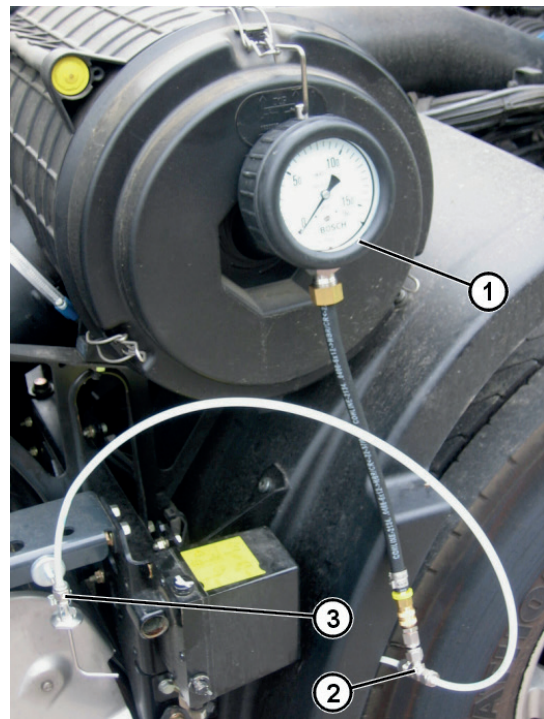

Abb. 5: Überprüfung Luftkreis mit Manometer
3. Manometer 0 kPa – 160 kPa (Abb. 5, Pos. 1) an T-Stück (Abb. 5, Pos. 2) anschließen und sicher am Fahrzeug befestigen.
4. Prüfprühkopf (Abb. 5, Pos. 3) (Messdrossel) mittels zweiter Prüfdruckleitung an T-Stück anschließen und mit dem Magnethalter an geeigneter Stelle am Fahrzeug befestigen.